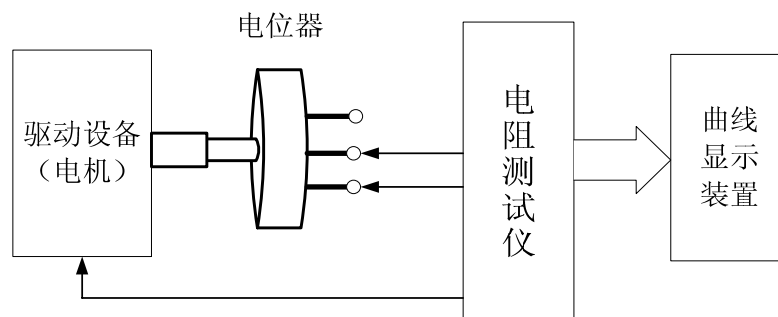

图 1 辅助装置连接示意图
- (1) 具有自动电阻筛选功能。即在进行电阻筛选测量时，用户通过键盘输入要求的电阻值和筛选的误差值；测量时，仪器能在显示被测电阻阻值的同时，给出该电阻是否符合筛选要求的指示。
- (2) 设计并制作一个能自动测量和显示电位器阻值随旋转角度变化曲线的辅助装置，要求曲线各点的测量准确度为 $\pm(5\% \text{读数} + 2 \text{字})$ ，全程测量时间不大于 10 秒，测量点不少于 15 点。辅助装置连接的示意图如图 1 所示。
- (3) 其他